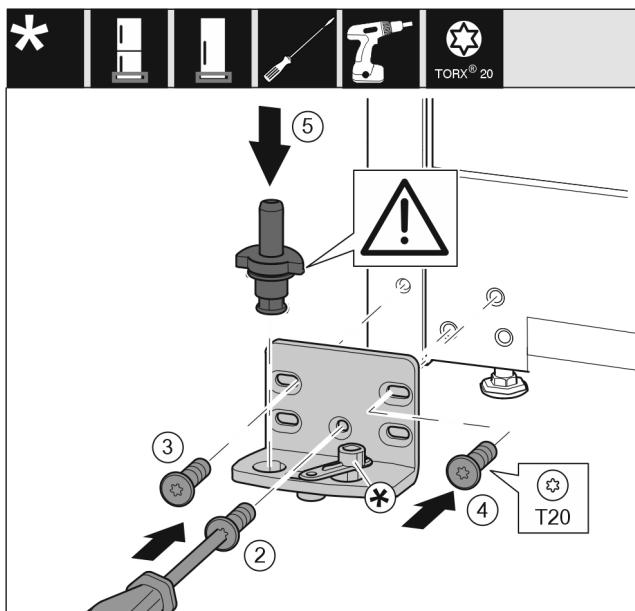

Fig. 17
- ▶ Установите опорный кронштейн с другой стороны и прикрутите с помощью отвертки T20. Начинай те с винта 2 снизу в центре. Fig. 17 (2)
- ▶ Затяните винты 3 и 4. Fig. 17 (3,4)
- ▶ Установите опорный палец в сборе. При этом следите за тем, чтобы выступ фиксатора был направлен назад. Fig. 17 (5)